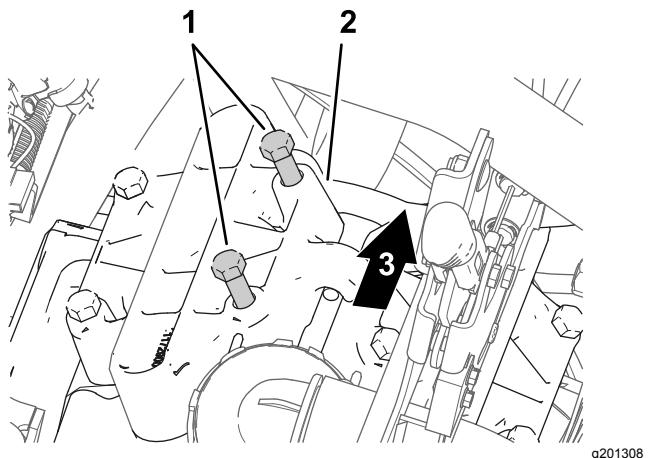

Figura 176
1. Nella testa della pompa situata in posizione a ore 11, allentate i 2 bulloni come illustrato nella Figura 176, per creare uno spazio di 7-10 mm tra la testa dei bulloni e la pompa.